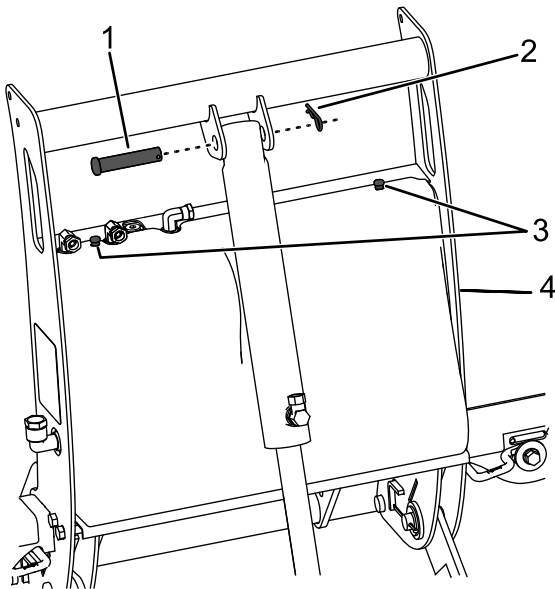

Bild 30
2. Entfernen Sie den Splint und Lastösenbolzen oben am Hubzylinder und lehnen ihn nach vorne (Bild 30).
3. Entfernen Sie die zwei Rändelschrauben, mit denen die Abdeckung der Kupplungssäule an der Kupplungssäule befestigt ist (Bild 30).